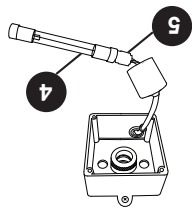

Figure 4
Retirer la douille (5) de la lampe UV (4), Figure 4.